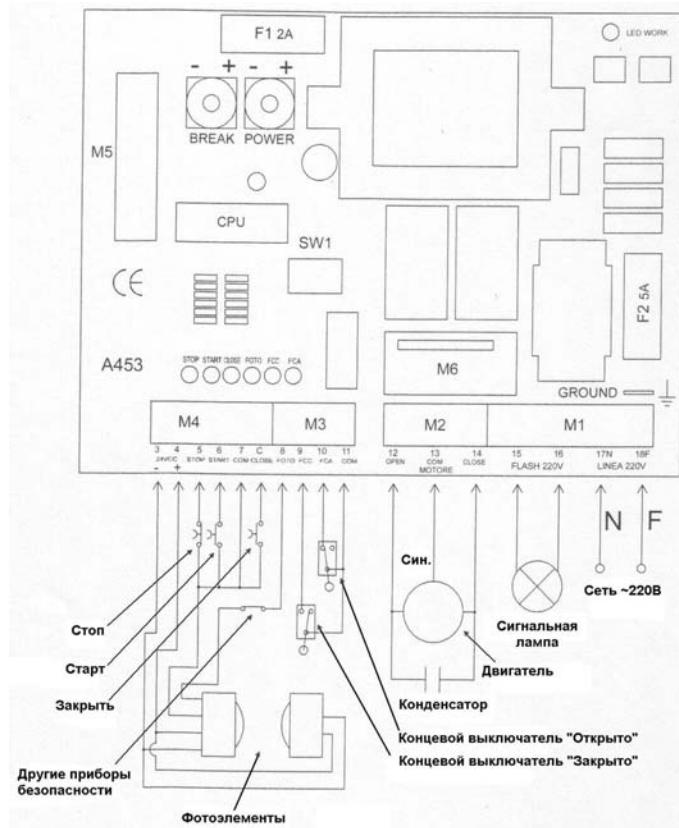

Рис.18 Назначение контактов разъема и органов управления блока
- Выполните все электрические соединения в соответствии с рис.18. Отключите фотоэлементы (при их наличии), установив вместо них перемычки, удалите модуль М6 чувствительности препятствия стрелой шлагбаума (при его наличии);